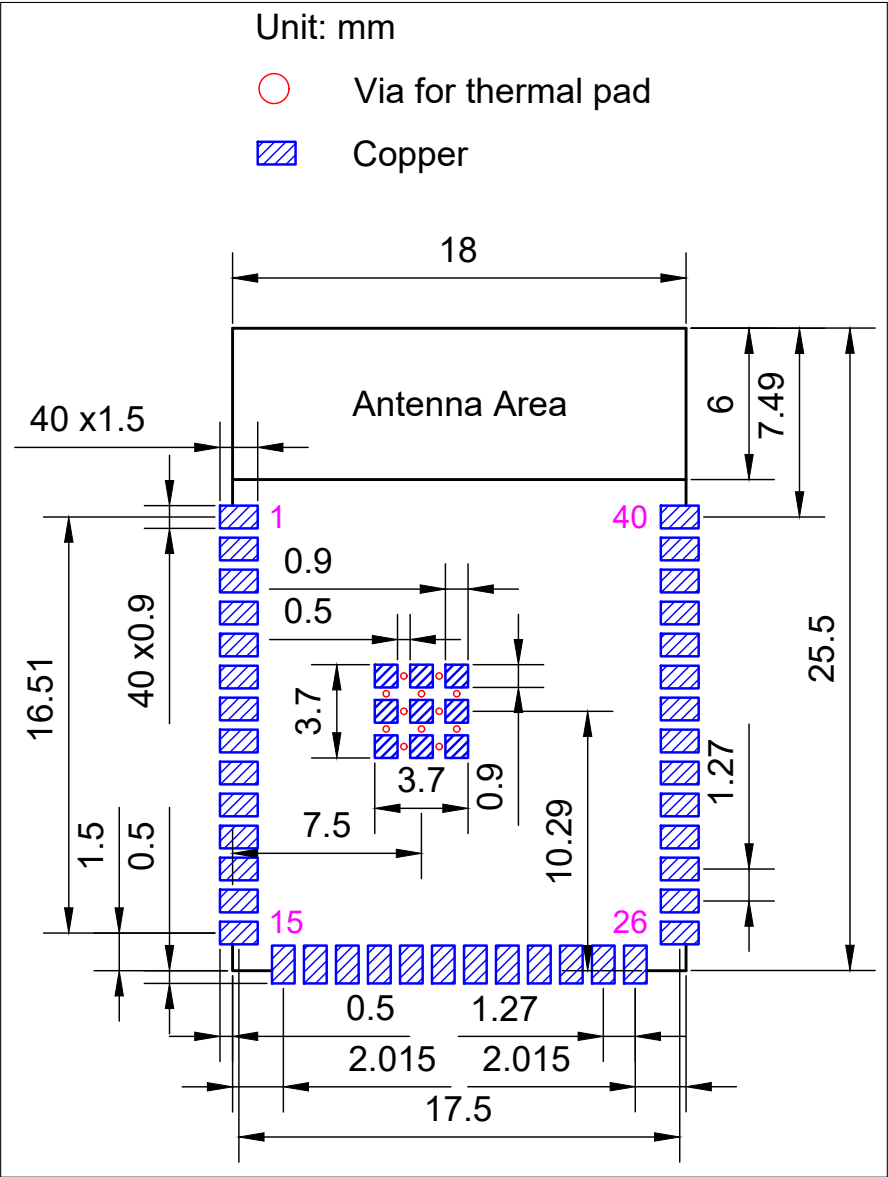
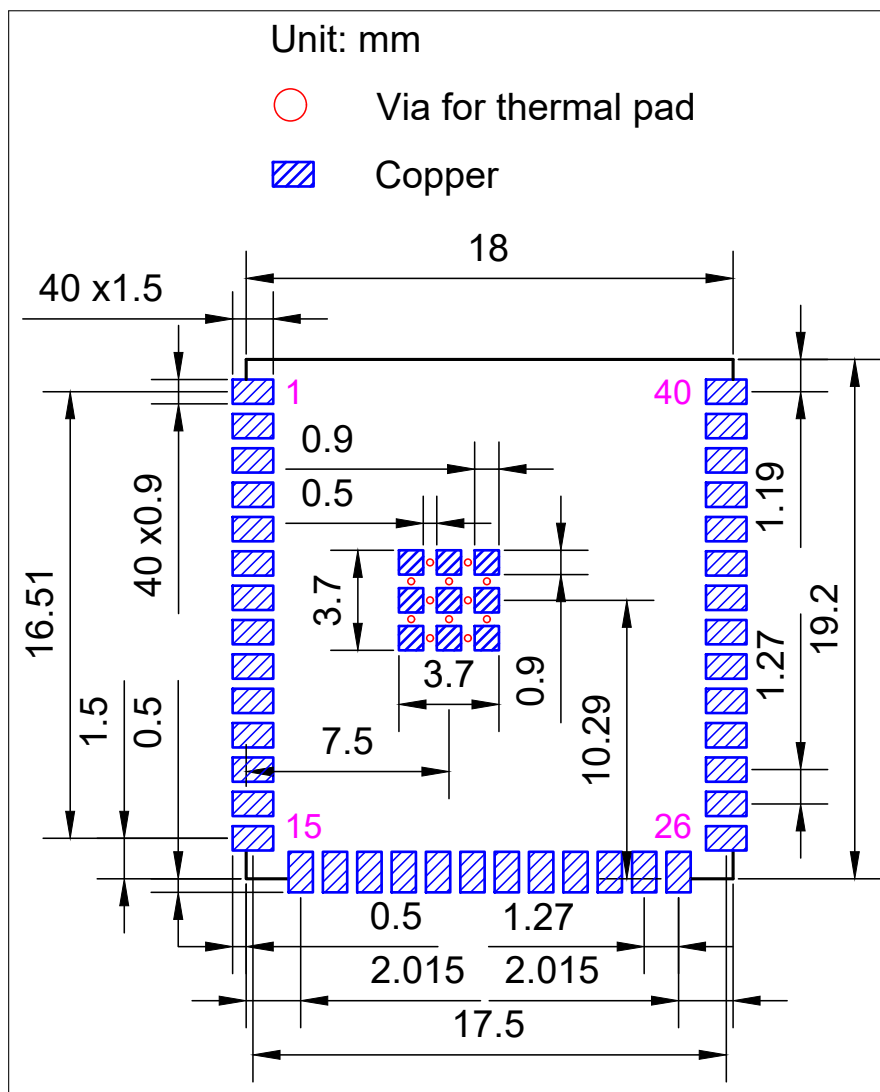

图 11: ESP32-S3-WROOM-1 推荐 PCB 封装图
图 12: ESP32-S3-WROOM-1U 推荐 PCB 封装图
- 推荐 PCB 封装图，标有 PCB 设计所需的全部尺寸。详见图 11 ESP32-S3-WROOM-1 推荐 PCB 封装图 和图 12 ESP32-S3-WROOM-1U 推荐 PCB 封装图。
- 推荐 PCB 封装图的源文件，用于测量图 11 和 12 中未标注的尺寸。您可用 Autodesk Viewer 查看 ESP32-S3-WROOM-1 和 ESP32-S3-WROOM-1U 的封装图源文件。